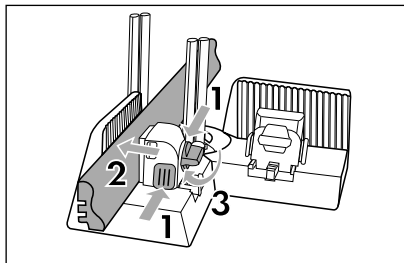

Abb. 8
- ◆ Leg het houten werkstuk tussen de rugsteun **3** en de spanklem **2**. Let erop dat het houten werkstuk voorbij de geleidestangen **7** moet steken (zie afb. 8).
- ◆ Houd de vergrendelingsknoppen **4** ingedrukt en verschuif de spanklem **2** om het houten werkstuk te positioneren. Laat de vergrendelingsknoppen **4** los wanneer het houten werkstuk is vastgeklemd (zie afb. 8).
- ◆ Draai de borgknop **5** met de wijzers van de klok mee om het houten werkstuk vast te zetten (zie afb. 8).